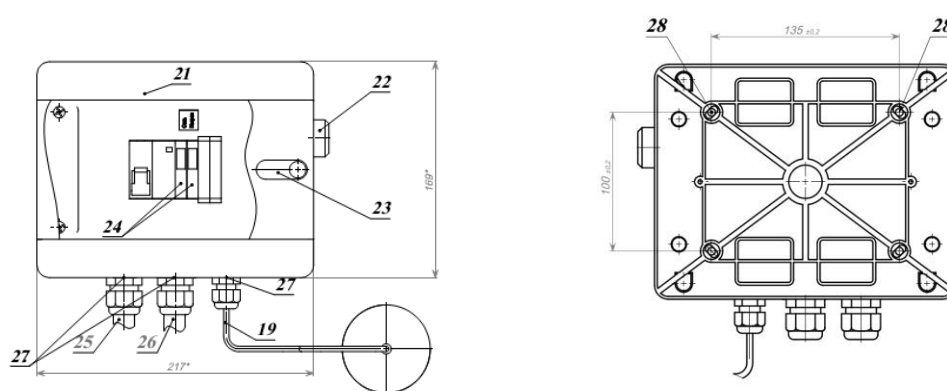

Рисунок 1. Аквадистилляторы электрические ДЭ-М
4.1. Принцип действия аквадистиллятора основан на конденсации отсепарированного пара. Основными частями изделия являются: испаритель 9 с сепараторами 10, конденсатор 8, электронагреватели 11, уравниватель 17, датчик 7 с выключателем бесконтактным 6, основание 15 и электрощит 21 (рис.1). В испарителе вода нагревается электронагревателями до кипения. Образующийся пар поступает через сепараторы в конденсатор, конденсируясь, вытекает в виде дистиллята через ниппель 1. Водопроводная вода непрерывно подается через штуцер 12 в конденсатор и по трубке 5 через уравниватель поступает в испаритель. Испаритель заполняется водой до установленного уровня. По мере выкипания вода будет поступать в испаритель частично, основная же ее часть через отвод 14 будет сливаться в канализацию.
- включение аппарата без установленного датчика 7 (см. рис.1)
- 6.12.1. ДЭ-25М: подключите электрощит 21 к сети 380В переменного тока, через автоматический выключатель, с помощью сетевого кабеля 25 (фазные проводники L1 L2 L3) (см. рис.1), желто-зеленая жила подключается к заземляющему проводнику (PE), а голубая нулевая жила подключается к нулевому рабочему проводнику (N).
- 6.12.2. ДЭ-10М: подключите электрощит 21 к сети 380В переменного тока, через автоматический выключатель, с помощью сетевого кабеля 25 (фазные проводники L1 L3) (см. рис.1), желто-зеленая жила подключается к заземляющему проводнику (PE), а голубая нулевая жила подключается к нулевому рабочему проводнику (N).
- 6.12.3. ДЭ-4М: подключите электрощит 21 к сети 220 В переменного тока через автоматический выключатель с помощью сетевого кабеля 25 (см. рис.1) Жила А - подключается к нулевому проводу,
6.13.2. ДЭ-10М: подсоедините фазные жилы подводящего провода 26 от электрошита к зажимам 2,4, нулевую жилу (голубого цвета) к зажиму перемычки 1-3, а земляную жилу (желто/зеленого цвета) к зажиму «земля» (рис.1; 2.2 и таблицы 3.2.).
6.14.Снимите с датчика 7, подключенного к электрошиту, крышку и проверьте ход поплавка на выключателе бесконтактном 6. Установите крышку на датчик 7. Установите датчик 7 на аквадистиллятор. (см. рис.1)